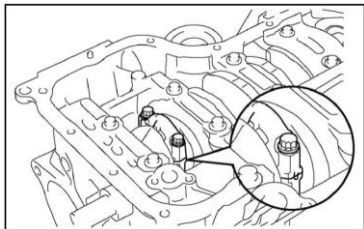

Рисунок II-182
8. Проверьте наличие отметок на шатуне и его крышке, необходимых для последующей сборки пары. ((см. Рисунок II-182))